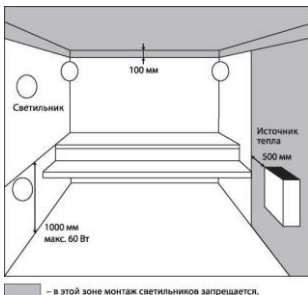

Рисунок 1.
4.4 При установке светильников в помещениях с высокими температурами и повышенным уровнем влажности необходимо учитывать следующие ограничения по установочным зонам (см. рисунок 1.). Монтаж светильников должен выполнять квалифицированный специалист.